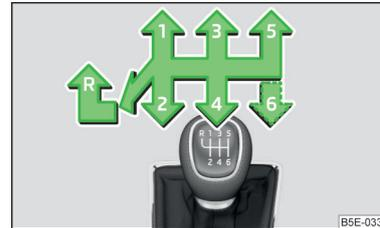

Fig. 116
En la palanca de cambios se presenta el esquema de cambio para cada posición de marcha » fig. 116.
- Colocar la palanca del cambio completamente hacia la izquierda y luego hacia adelante en la posición **R** » fig. 116.